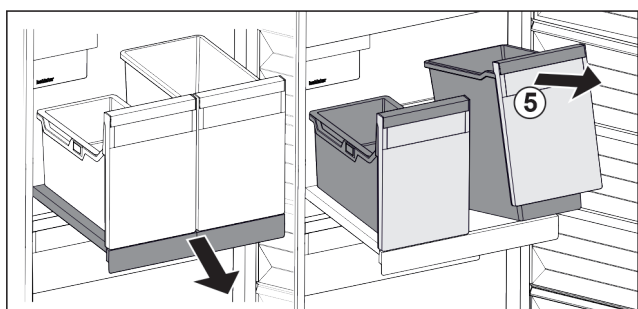

Fig. 80
- ▶ Løft beholderen Fig. 80 (5) foran.